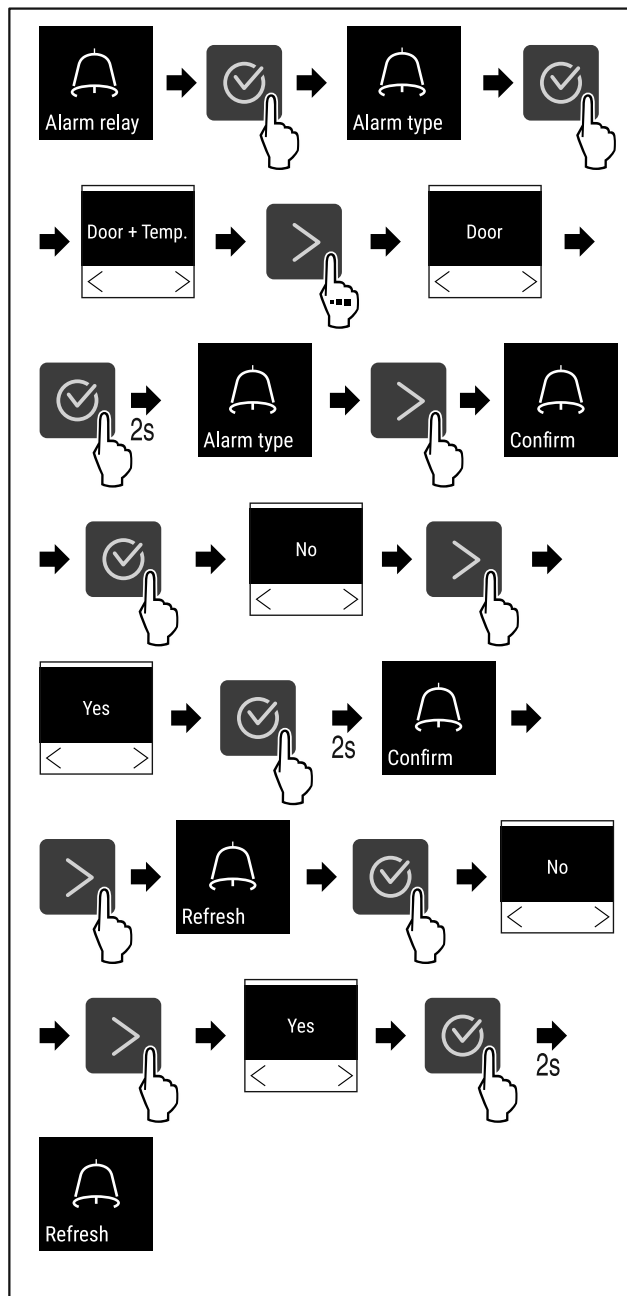

Fig. 109
- ▶ Izvedite zahtevane korake (glejte Fig. 109).